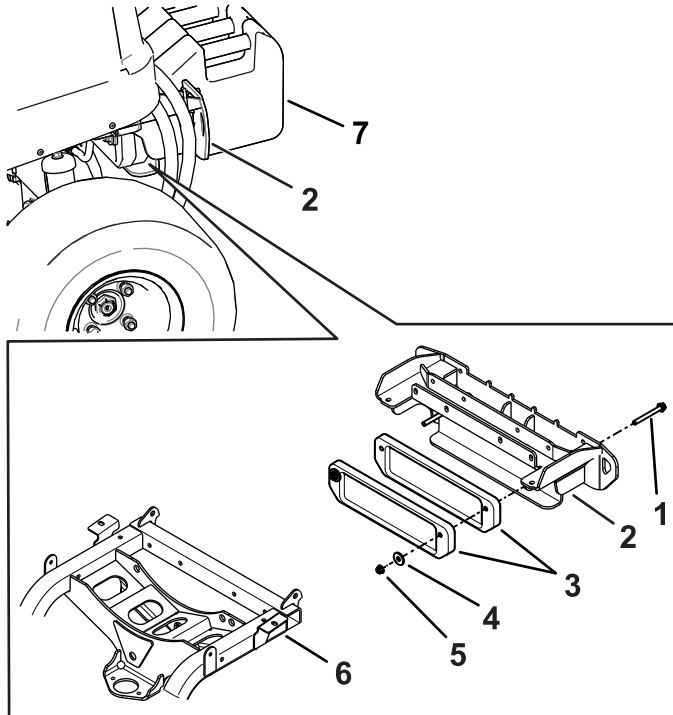

Рисунок 30
1. Установите два груза (6 кг) между рамой и задним бампером с помощью 2 болтов ( $\frac{3}{8}$  x  $3\frac{1}{2}$  дюйма), 2 шайб ( $\frac{3}{8}$  дюйма) и 2 контргаек ( $\frac{3}{8}$  дюйма). См. раздел Рисунок 30.